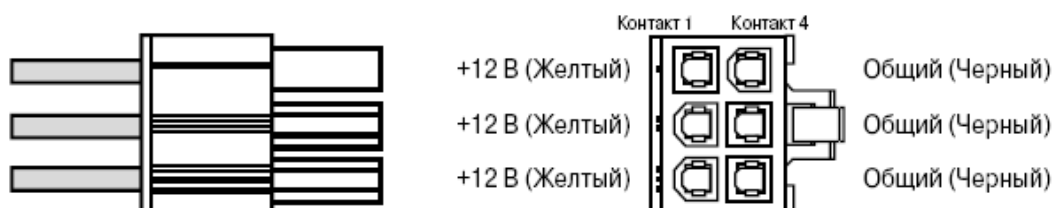

Рис. 5.14. 6-контактный разъем питания видеоадаптера
6. Один или два специальных разъема (6 или 8 контактов) для отдельного питания мощного видеоадаптера напряжением +12 В. Наиболее распространенный 6-контактный разъем показан на рис. 5.14. Видеоадаптеры с интерфейсом PCI-Express 16x, имеющие уровень потребляемой мощности более 75 Вт, также оснащаются одним или двумя 6-контактными разъемами дополнительного электропитания или одним 8-контактным разъемом.